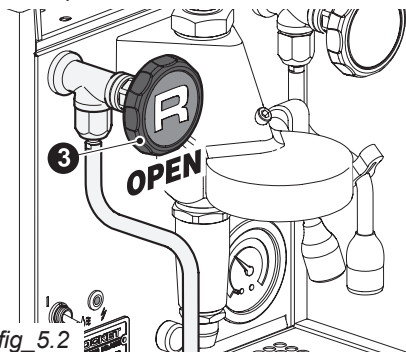

fig. 5.2
- Aprire la manopola del vapore (3 - fig. 5.2) per dare inizio al riempimento dell'acqua della caldaia.